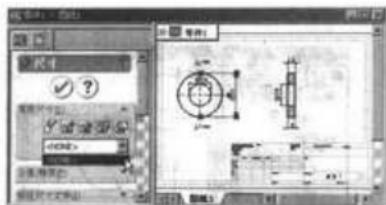
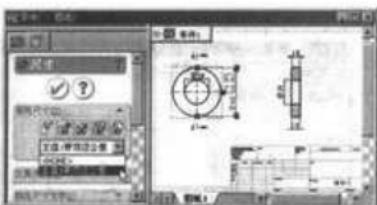

图 6-156 未装入常用类型的工程图
图 6-157 装入常用类型的工程图
(1) 如图 6-156 所示, 选择一个或多个尺寸, 显示“尺寸”属性管理器。
(2) 单击 (装入常用类型) 工具, 弹出“打开”对话框, 在“文件类型”选项框中选择“favorite (\*.sldfvt)”。
(3) 浏览到适当的目录后选择一个或多个 (使用 $<Shift>$ 或 $<Ctrl>$ 键) 常用类型文件, 单击“打开”按钮。
(4) 如图 6-157 所示, 装入的常用类型出现在“设定当前常用类型”选项框中, 同时所选尺寸应用装入的常用类型样式。
(5) 根据需要更改公差数值, 拖动尺寸到合适位置后, 单击 (确定) 按钮。